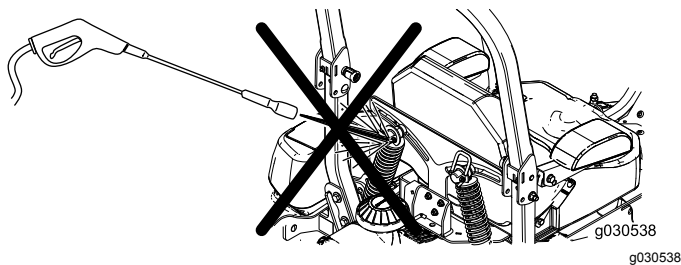

Figura 104
**Nota:** No limpie los conjuntos de choque con agua a presión (Figura 104).